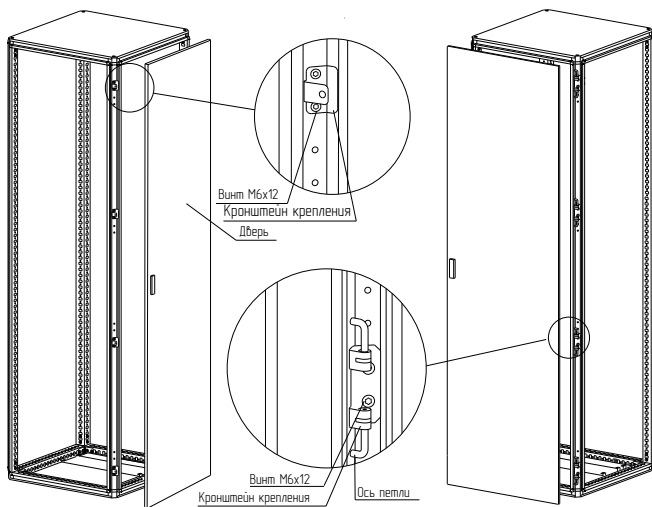

Рисунок 26
4.13.2 Закрепить петли на каркасе на левой или правой стойке. На рисунке для примера изображено правое крепление петель (рисунок 26). Для крепления использовать винты М6×12. Момент затяжки – 7 Н·м.